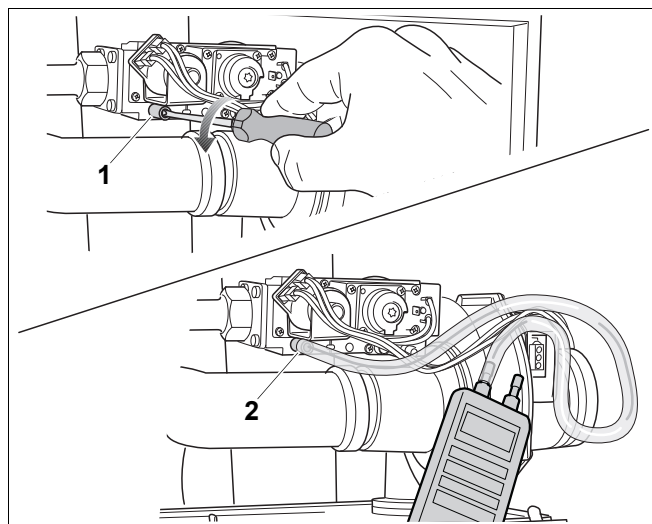

Fig. 80 Măsurări presiunea de racordare la gaz
- Desfaceți șurubul de strângere de la niplul de verificare pentru presiunea de racordare la gaz și aerisire rotindu-l de două ori (fig. 80, poz. 1).
- Fixați furtunul de măsurare al aparatului de măsurat presiunea pe borna pozitivă a niplului de verificare (fig. 80, poz. 2).